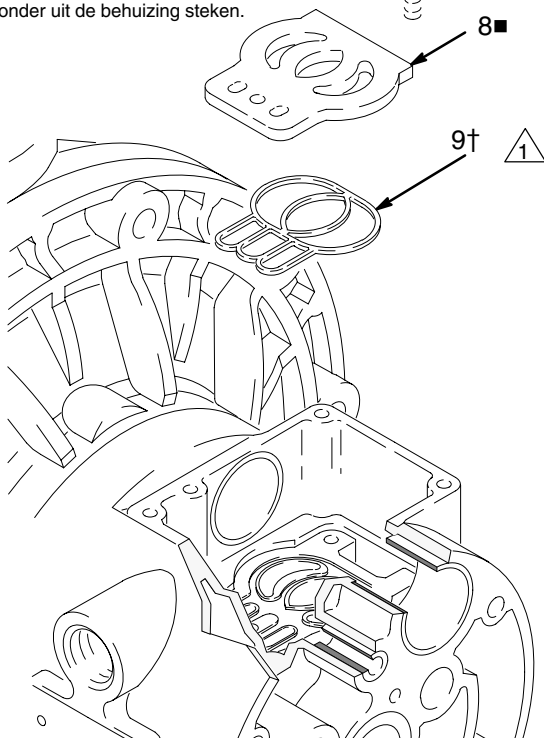

Fig. 10
5. Inspecteer de ventielplaat (8■) zonder die te verwijderen. Indien de plaat beschadigd is, gebruikt u een Torx (T20) schroevendraaier of inbussleutel van 7 mm om de drie schroeven (3) te verwijderen. Verwijder de ventielplaat (8■) en, bij modellen met een aluminium middenbehuizing, de dichting (9†). Zie Fig. 10.
2. Plaats bij modellen met aluminium middenbehuizing de afdichting (9†) van de ventielplaat in de uitsparing onderin de klepholte. De afgeronde kant van de afdichting **moet naar beneden** in de groef zijn gericht. Zie Fig. 10.
3. Plaats de ventielplaat (8■) in de holte. De plaat bij modellen met aluminium middenbehuizing is omkeerbaar, dus het maakt niet uit welke kant omhoog ligt. Zet de drie schroeven (3) vast met behulp van een Torx (T20) schroevendraaier of een inbussleutel van 7 mm. Draai ze aan tot ze onder de behuizing uitsteken. Zie Fig. 10.